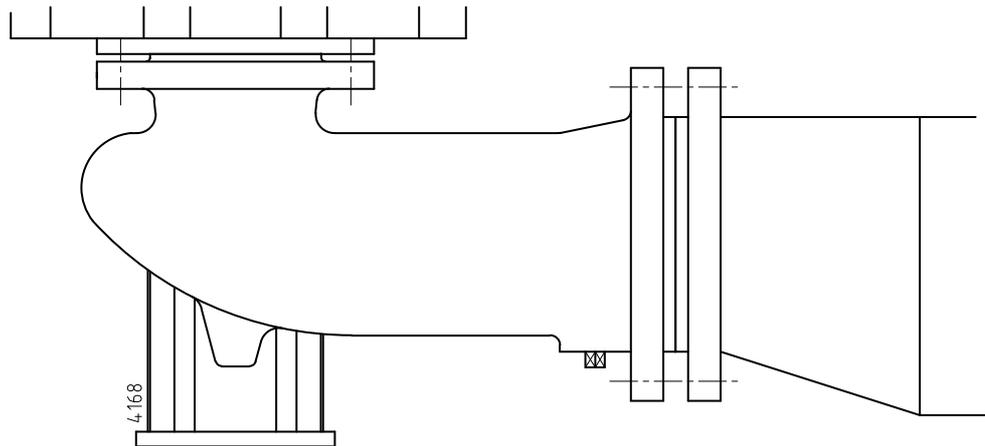

Abbildung 6: Exzentrisches Reduzierstück zum Ansaugflansch.
- Hat die Saugleitung einen größeren Querschnitt als der Saugstutzen, muss ein exzentrisches Reduzierstück eingesetzt werden, sodass kein Luftsack und keine Wirbel entstehen können. Siehe Abbildung 6.